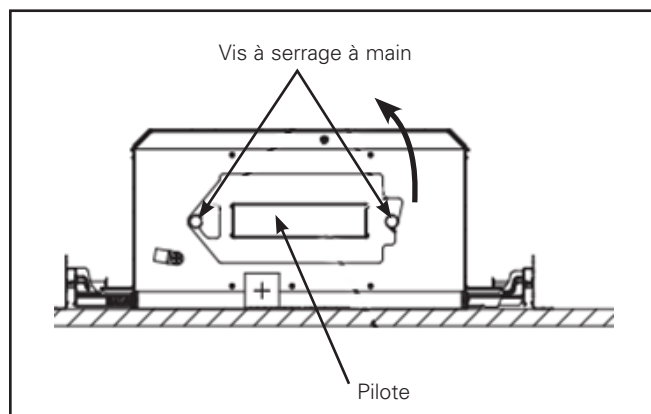

Figure 12.
5. Desserrez les deux vis à serrage à main de montage de la porte du pilote sur environ 3 tours. (Figure 12).
8. Débranchez le câblage du pilote. Retirez les deux écrous pour pouvoir enlever et séparer la porte du pilote. Installez le nouveau pilote à la porte du pilote dans le sens montré. (Figure 12).